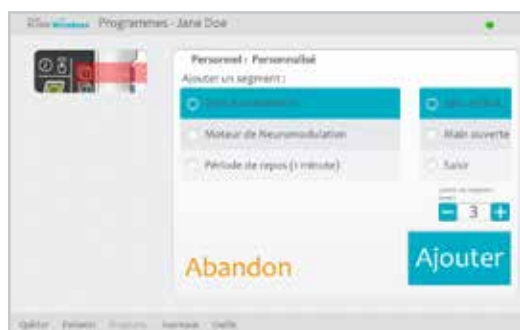

Figure 8-30 : Fenêtre d'ajout de segment au programme Personnel : Personnalisé
7. Pour ajouter un segment, appuyez sur Ajouter pour ouvrir la fenêtre Ajouter un segment. Reportez-vous à la Figure 8-30. Sélectionnez le segment souhaité, réglez la durée du segment et appuyez sur Ajouter. Le segment ajouté apparaîtra en bas de la liste des segments.